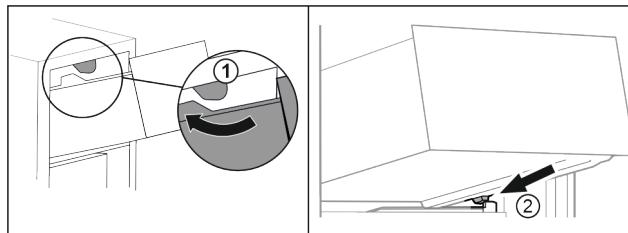

Fig. 83
- Vedte zásuvku podél horních zarážek. Fig. 83 (1)
- Nasadte zásuvku šikmo za dolní zarážky na žebrování na nádoby. Fig. 83 (2)